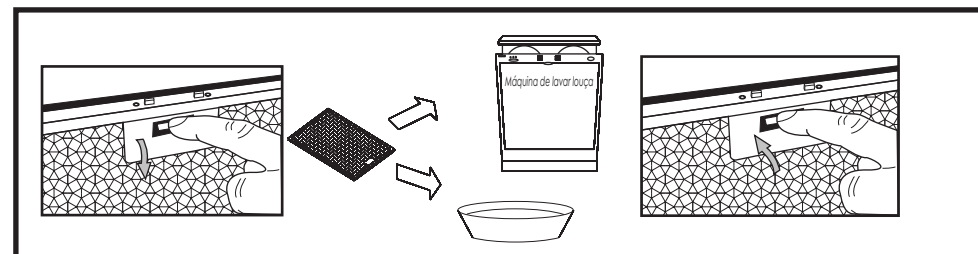

Fig.15
- É recomendado limpar o filtro metálico a cada três meses, realizando as seguintes ações (Fig.15).